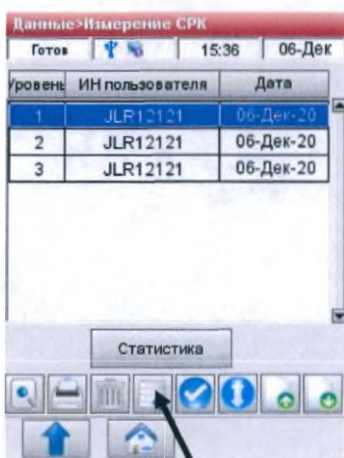

Рис.6-31 Измерение СРК
3. Выберите данные для экспорта и нажмите **<Экспорт>**, чтобы начать передачу данных (Рис.6-31).